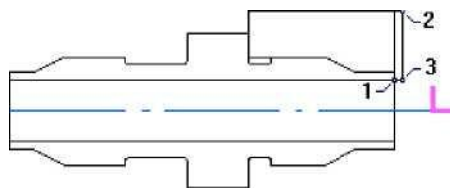

Рисунок 29
1. Притяните курсором к оси симметрии (см. Рисунок 29).
2. Перейдите на вкладку «Место обработки». Нажмите кнопку «Добавить», выберете X **торца** и укажите точку 1 (см Рисунок 29).
3. Нажмите кнопку D **нач.** (начальный диаметр) и укажите точку 2 (см Рисунок 29).
4. Нажмите кнопку D **кон.** (конечный диаметр) и укажите точку 3 (см Рисунок 29).